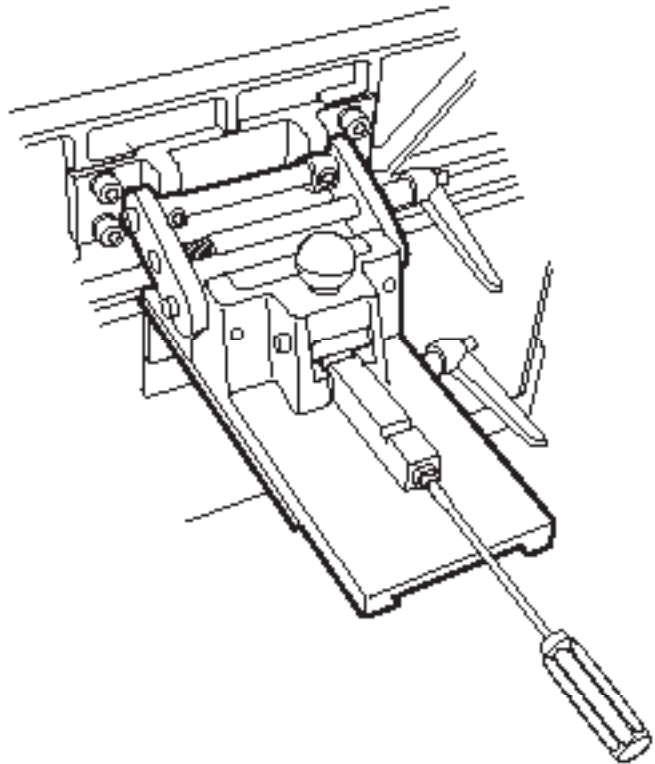

FIGURA 17
5. Use un destornillador de cabeza plana para ajustar la posición de la varilla del tope. Consulte la figura 17. Girar la varilla hacia la derecha reduce el ángulo del tope guía mientras que girándola hacia la izquierda aumenta el ángulo del tope guía.